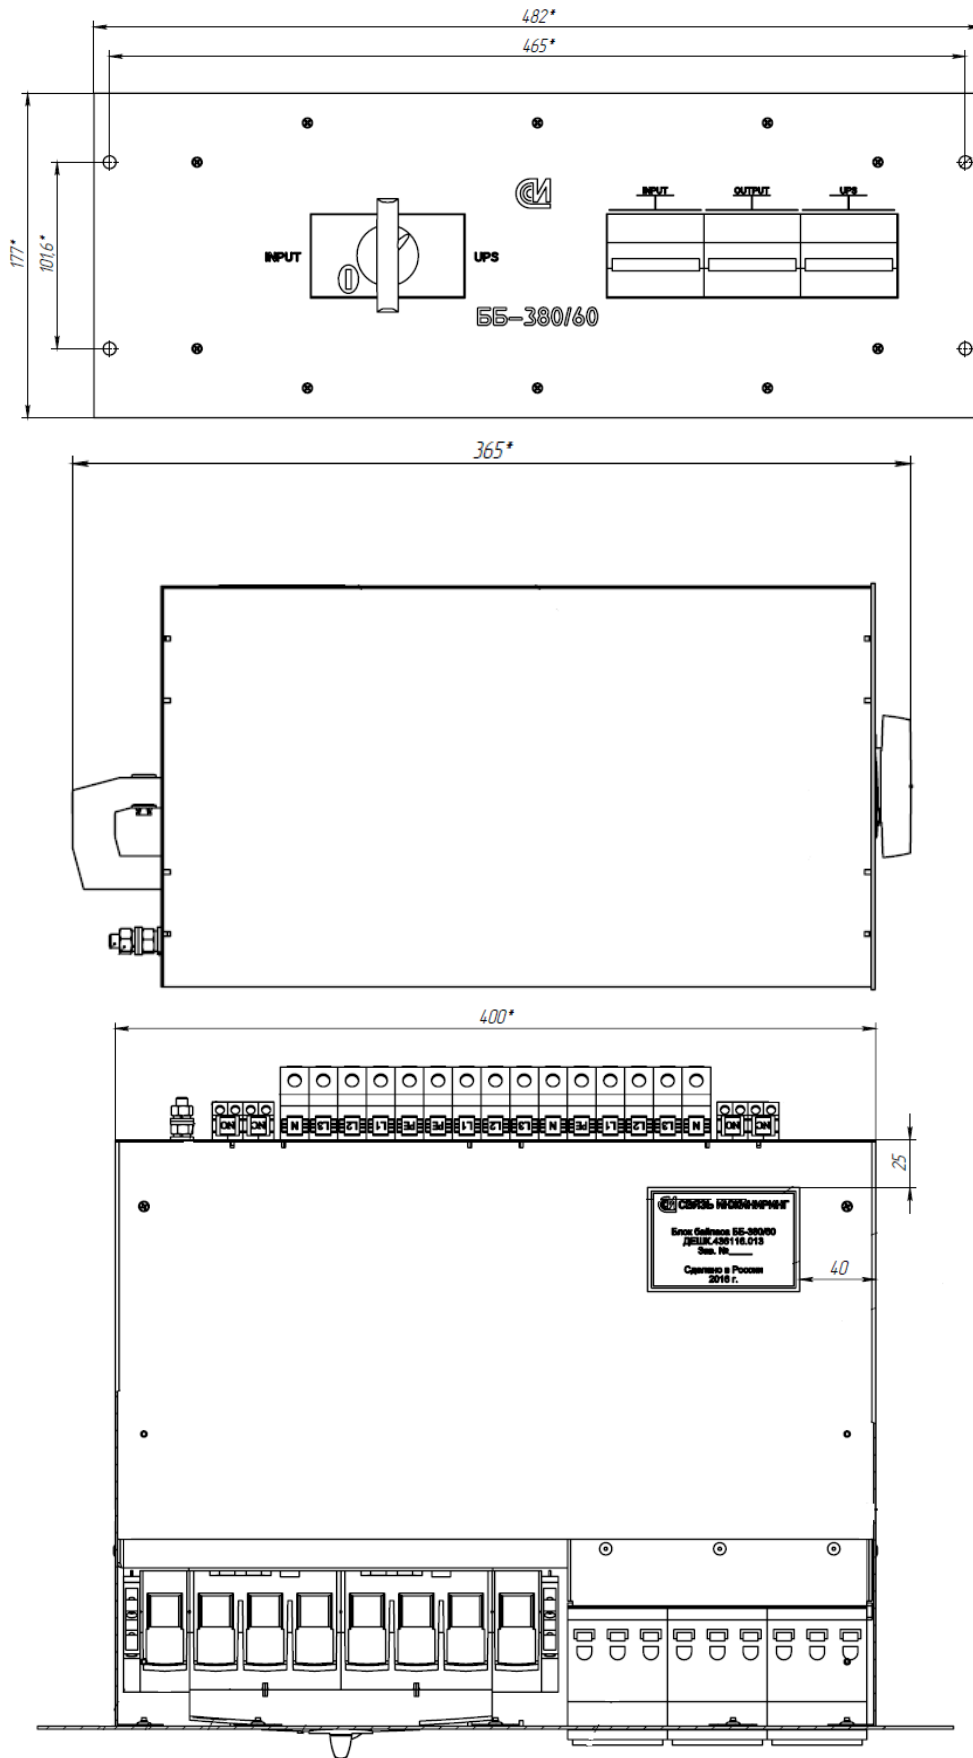

Рис. 1.
2.6 Общий вид и габаритные размеры блока байпаса ББ-380/60 приведен на рис.1.
5.1 Конструктивно блок байпаса ББ-380/60 выполнен в виде съемного блока (крейта) прямоугольной формы с присоединительными и установочными размерами, соответствующими ГОСТ 28601-90. Общий вид и габариты блока байпаса ББ-380/60 приведены на рис.1.